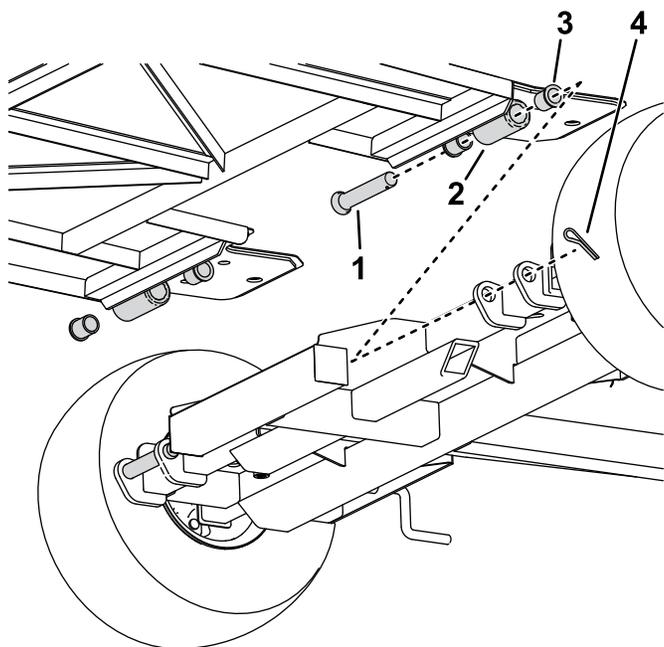

Figura 4
4. Instale la rampa en el bastidor usando los pasadores y las chavetas, como se muestra en la Figura 4.